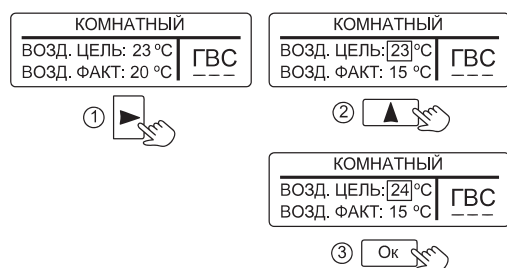

Рисунок 11. Настройка температуры воздуха
**10.5 «КОМНАТНЫЙ»** – режим поддержания комфортной температуры воздуха в помещении. Датчик температуры воздуха устанавливается внутри помещения. Заводская настройка +23°C. Изменение настройки показано на рис.11.